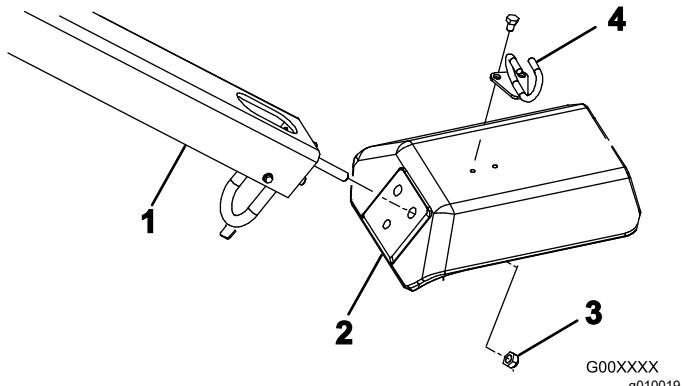

Bild 4
2. Setzen Sie die Befestigungsbolzen für den Griff in die Löcher in der Gabel ein (**Bild 4**).
3. Befestigen Sie die Griffbolzen mit drei Sicherungsmuttern ($\frac{1}{2}$ ") an der Gabel (**Bild 4**).
5. Befestigen Sie die Kabelführung mit zwei Kopfschrauben (5/16" x $\frac{1}{2}$ ") an der Gabel (**Bild 4**).